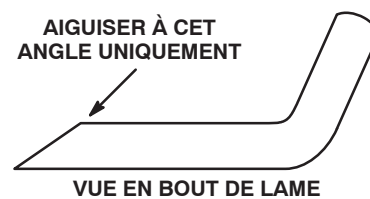

Figure 35
3. Examinez les tranchants de toutes les lames et aiguisiez-les s'ils sont émoussés ou ébréchés. N'aiguissez que le haut du tranchant et conservez l'angle de coupe d'origine pour obtenir une coupe nette (Fig. 35). Limez la même quantité de métal sur chacun des deux tranchants pour ne pas déséquilibrer la lame.